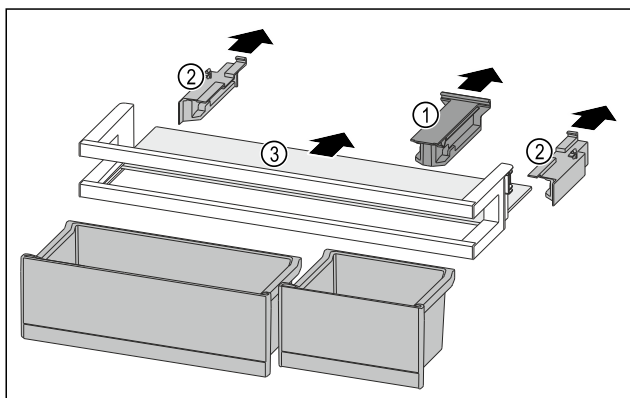

Fig. 186
- Držák Fig. 186 (1) stáhněte.
- Boční díly Fig. 186 (2) stáhněte.
- Odkládací plochu Fig. 186 (3) odeberte.